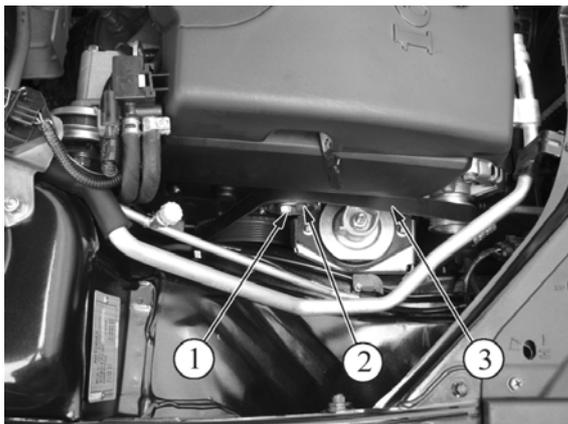

Рисунок 8 – Натяжение ремня привода вспомогательных агрегатов:
5.3.4 Отвернуть на 3 – 4 оборота болт 1, рисунок 8, крепления натяжного ролика 2 и ослабить натяжение ремня привода вспомогательных агрегатов (головка сменная 17, вороток).